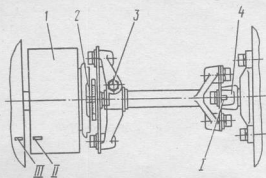
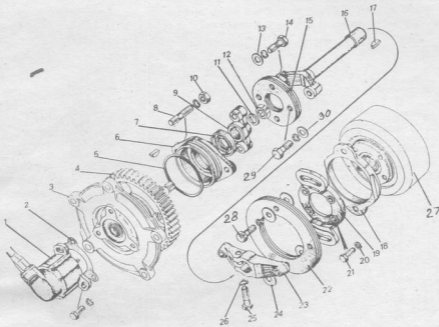

Рис. 7. Установка начала впрыска топлива в первом цилиндре двигателя по меткам:
Рис. 10. Привод топливного насоса высокого давления:
18. Установить ТНВД в сборе на двигатель и совместить метки Ш и П (Рис. 7) на корпусе ТНВД и муфте опережения впрыска топлива. ТНВД должен быть установлен в расточке блока цилиндров без перекосов.
20. Установить фланец 9 (Рис. 10) задней ведущей полумуфты привода ТНВД, совместив паза во фланце со шпонкой, и завернуть гайку 12 с пружинной шайбой 11. Метки 1,11 и 111 (Рис. 7) должны находиться сверху и совпадать. (Ключ гаечный кольцевой 22 мм, молоток, оправка).
21. Установить задние пластины 15 ведущей полуумфты привода ТНВД на ведущую полуумфту 9 и завернуть болты 14 крепления с пружинными и плоскими 13 шайбами. (Рис. 10).
- 42.2. Перевести рукоятку фиксатора, установленного на картере маховика с правой стороны двигателя, в глубокий паз и медленно поворачивать коленчатый вал по ходу вращения до того момента, когда фиксатор под действием пружины войдет в отверстие на маховике. Если в этот момент метки Ш и П (Рис. 7) на корпусе топливного насоса и автоматической муфты совместились, то угол опережения впрыска установлен правильно и фиксатор переводят в мелкий паз.
- 42.3.1 Ослабить верхний болт 28 (Рис. 10) ведомой полумуфты привода, установить фиксатор в мелкий паз, повернуть коленчатый вал по ходу вращения и ослабить второй болт.